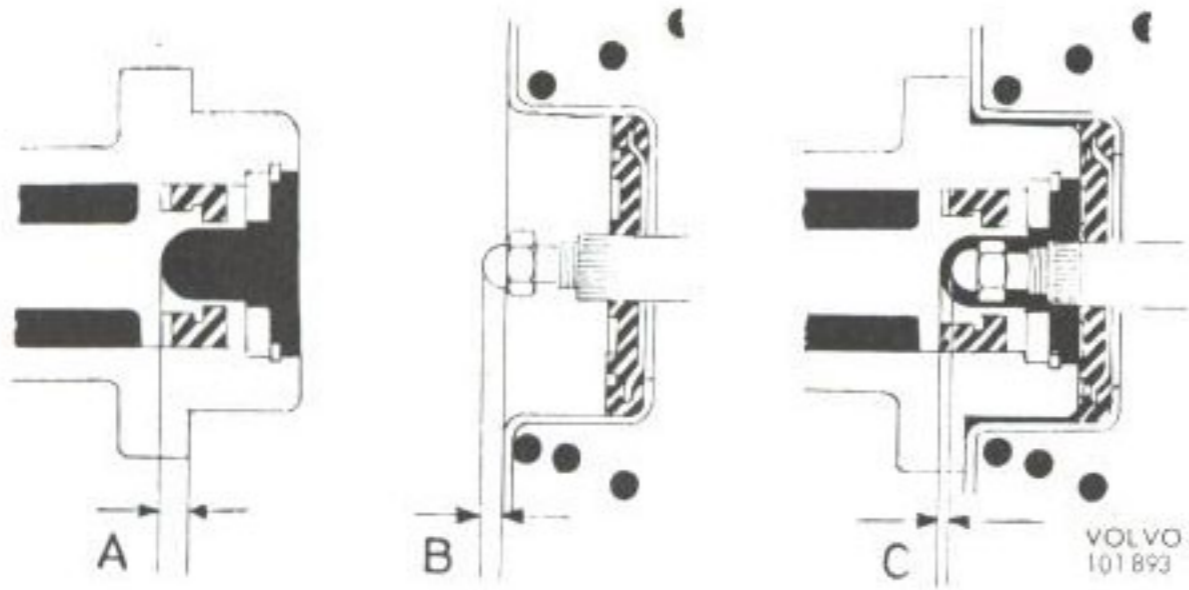

Bild 59. Tryckstångsinställning
- Gäller 2-krets B 20. För huvudcylinderns rätta funktion får servocylinderns utgående tryckstång inte hindra primärkolven att återgå till sitt viloläge. I monterat viloläge skall därför alltid ett spel (mått C bild 59) finnas mellan dem.
primärkolvens centrum, mått A bild 59. Därefter mätes hur mycket tryckstången (justerskruven) skjuter utanför servocylinderns fästplan, mått B. Vid denna mätning skall tryckstången vara helt intryckt och undertryck råda i cylindern varför motorn vid behov startas. Mått A minskat med mått B blir därvid spelet C och skall vara 0,5–1,5 mm. Vid justering läses skruven (4 bild 81) med ett par droppar Locktite typ B.